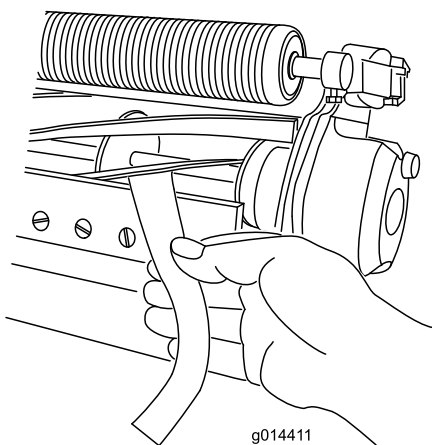

Bild 5
3. Führen Sie an einer Seite der Spindel einen langen Streifen Papier zwischen der Spindel und dem Untermetall ein (Bild 5). Drehen Sie die Einstellschraube des Untermetallträgers, während Sie die Spindel langsam vorwärts drehen, nach rechts (am selben Ende der Spindel), jeweils um einen Klick, bis das Papier fest gehalten wird, wenn Sie es von vorne parallel zum Untermetall einführen. Wenn das Papier gezogen wird, sollten Sie einen leichten Widerstand spüren.
5. Vergewissern Sie sich nach dieser Einstellung, dass die Spindel Papier einklemmen kann, das von vorne eingeführt wird, und Papier schneiden kann, das senkrecht zum Untermetall eingeführt wird (Bild 5).